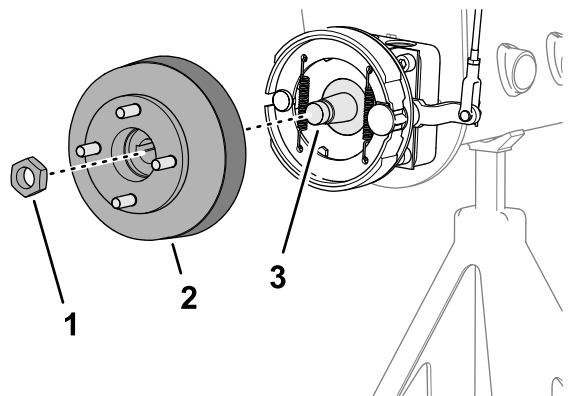
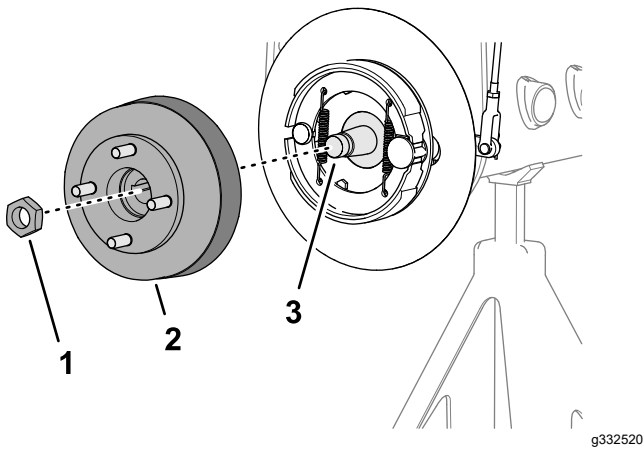

图 64
图 65
1. 卸下将轮毂固定到车轮马达轴上的锁紧螺母图 64 或图 65。
4. 使用指定的轮毂拉拔器从车轮马达轴上卸下轮毂和制动鼓图 64 或图 65。